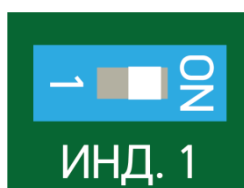

Рисунок 7.7
– снять крышку БОС. Включить сигнальный светодиод соответствующего канала (поз.4, рисунок 7.1) установкой флажка выключателя (поз.3, рисунок 7.1) в правое положение (положение «ON») (рисунок 7.7);